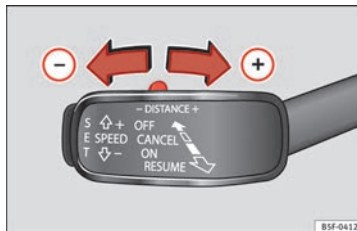

Bild 200 Kontrollspak: Inställning av avstånd.
- För att visa det aktuellt programmerade avståndet, tryck kort på vipknappen » bild 200.